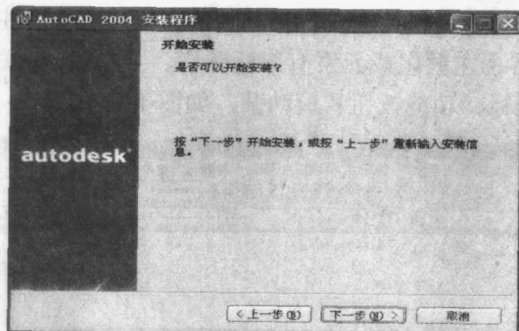

图 1-9 确认开始安装
11. 现在用户已经完成了安装的前期设置工作, 安装程序提示用户是否开始安装工作, 如图 1-9 所示。